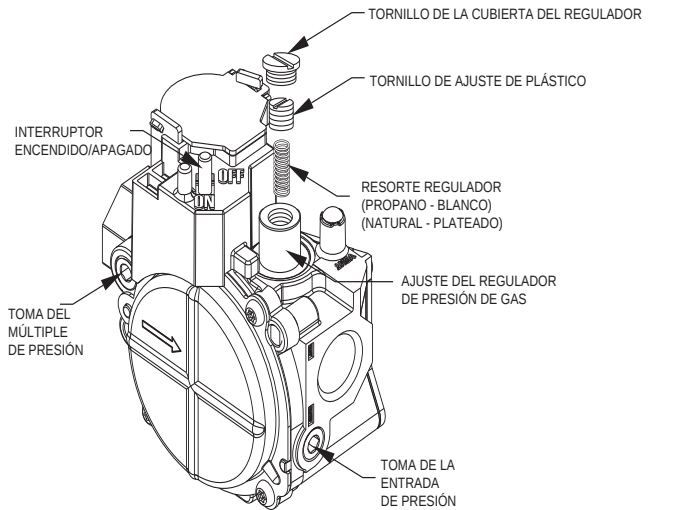
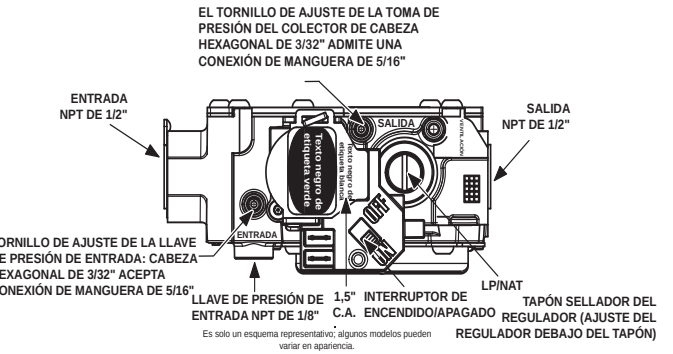

Fig. 13 – Válvula de gas estándar de una etapa
Fig. 14 – Válvula de gas de una etapa con puertos de presión de torre
- Para las válvulas de gas estándar, retire la tapa de la toma de presión del colector con una llave Allen. (Consulte la Fig. 13). Instale la llave de presión y la manguera con boquilla para conectar al manómetro. Active el suministro de gas de la unidad.
- Para una válvula de gas con puertos de presión de torre, afloje el tornillo de ajuste en la llave de presión de la torre del colector, sin dar la vuelta completa, con una llave hexagonal de 3/32 in. (Consulte la Fig. 14). Conecte el manómetro deslizando la manguera de conexión de 5/16 in sobre el puerto de presión de la torre del múltiple. Active el suministro de gas en la unidad.
1. Quite el tornillo de la cubierta del regulador sobre el tornillo de ajuste plástico de la válvula de gas (consulte Fig. 13 y Fig. 14).
2. Gire el tornillo de ajuste plástico hacia la derecha para aumentar la entrada de gas, o gire el tornillo de ajuste plástico hacia la izquierda para disminuir la entrada (consulte Fig. 13 y Fig. 14). La presión del múltiple debe estar entre 3,2 y 3,8 in. C.A.
3. Vuelva a colocar el tornillo de la cubierta del regulador en la válvula de gas (consulte Fig. 13 y Fig. 14).
- a. Para válvulas de gas estándar, retire la manguera del manómetro y la toma de presión dentada. Reemplace la tapa de la toma de presión con una llave Allen. (Consulte la Fig. 13).
- b. Para válvulas de gas con puerto de presión de torre, quite la manguera de conexión. Apriete el tornillo de ajuste en el puerto de presión del colector con una llave hexagonal de 3/32 in. (Consulte la Fig. 14).